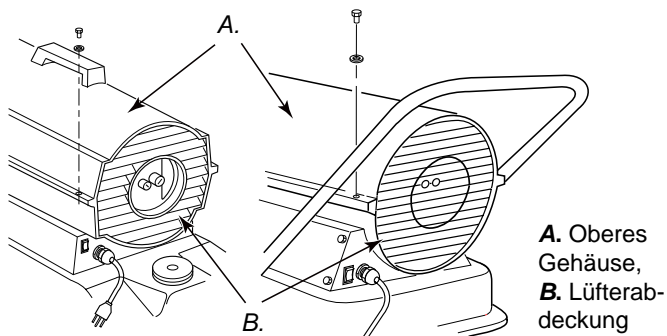

Abbildung 7-8 – Entfernen des oberen Ge-häuses.
1. Oberes Gehäuse entfernen (siehe Abb. 7-8).
1. Das obere Gehäuse entfernen (siehe Abb. 7-8).
13. Den Lüfterschutz und das obere Gehäuse einbauen (siehe Abb. 7-8).